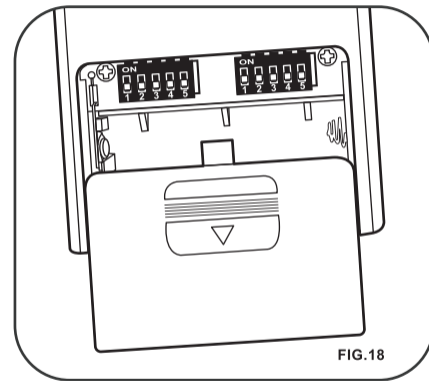

FIG.18
1. Seleccione la frecuencia deseada en la parte posterior del transmisor. (FIG.18)